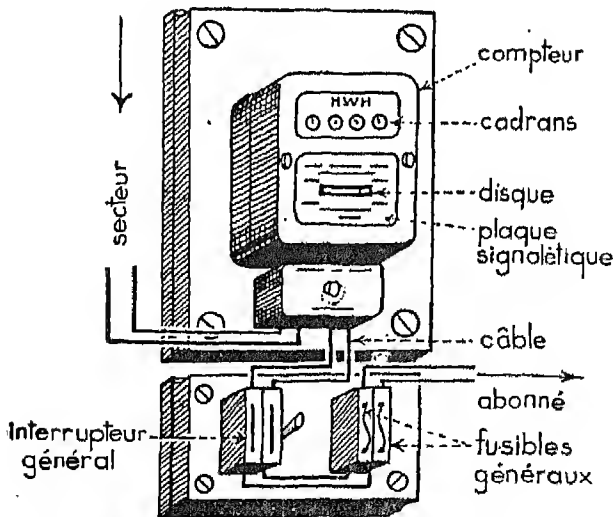

Fig. 1. — Compteur électrique.
a) C'est un coffret en tôle bronzée de forme à peu près cubique. Il est porté par une planchette de chêne fixée contre un mur que d'ailleurs elle ne touche pas (fig. 1).